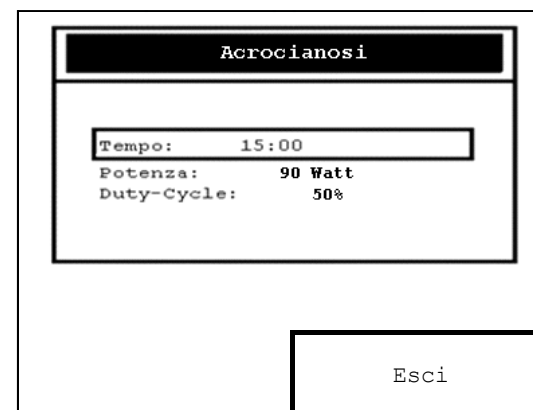

Fig. 20
- a) termina il tempo impostato, in questo caso il sistema emette un segnale acustico e si ritorna alla schermata di fig.20
Premendo nuovamente il tasto STOP l'emissione termina definitivamente e si ritorna alla schermata di fig.20.